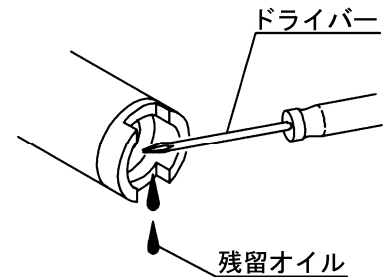

Fig.12
- 5) ポンプ内の廃油を抜いてください。フートバルブ部をドライバー等で中へ押し開くことにより、廃油を抜くことができます。(Fig.12)